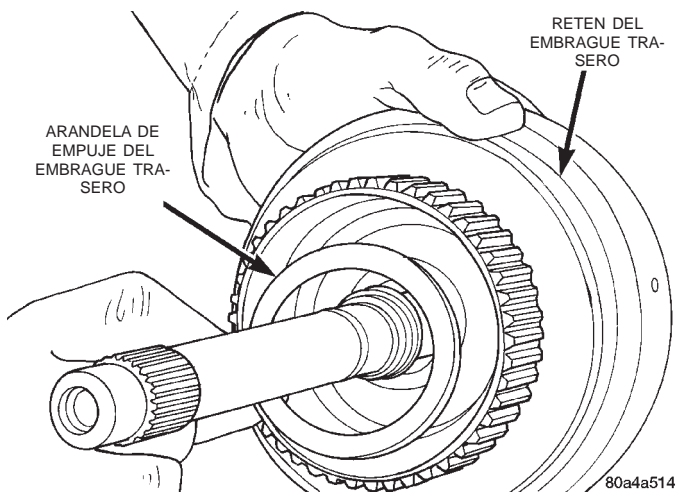

Fig. 144 Instalación de la arandela de empuje del embrague trasero
- (16) Recubra la arandela de empuje del embrague trasero con vaselina e instale la arandela sobre el eje impulsor y dentro del retén de embrague (Fig. 144). Utilice suficiente vaselina como para mantener la arandela en su lugar.